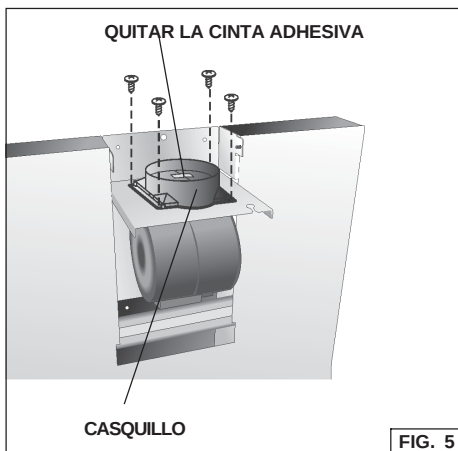

FIG. 5
2. Sujete el casquillo en la parte superior de la campana (Fig. 5); el casquillo se asegura por medio de 4 tornillos de montaje (3,9 x 9,5mm cabeza redonda).
3. Quitar la cinta adhesiva en la válvula (Fig.5).